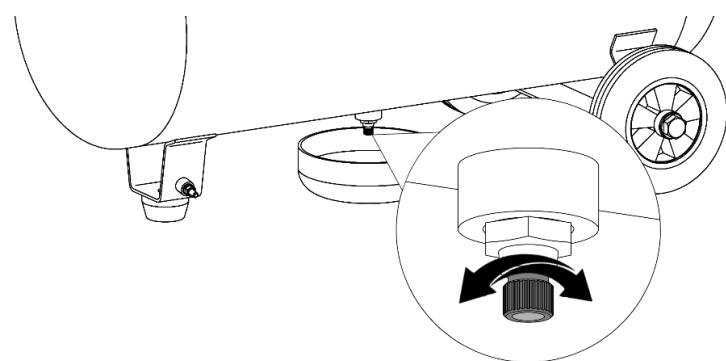

Рисунок 14
- Подставьте под конденсатоотводчиком емкость для сбора конденсата (рисунок 14).